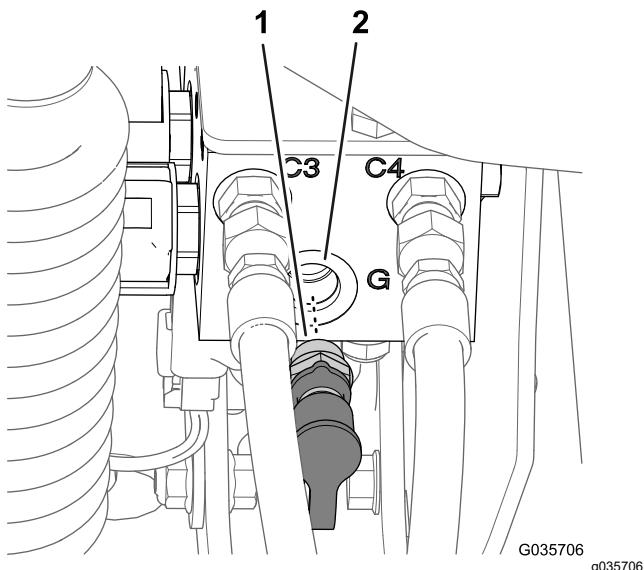

Bild 10
4. Entfernen Sie das Diagnostik-Anschlussstück und die Kappe vom Anschluss G des alten Hubzylinderverteilers (**Bild 10**).